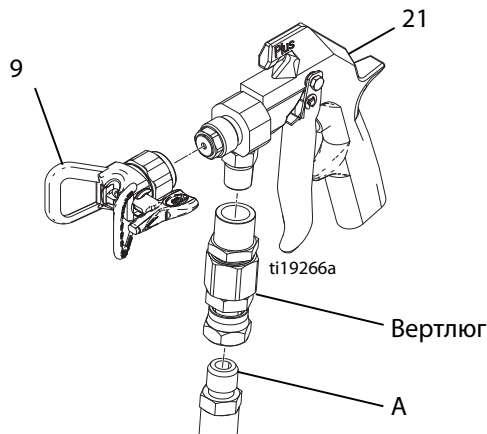

Рис. 5
2. Отсоедините шланг подачи жидкости (A) и вертлюг (если он используется). Снимите защитную насадку наконечника (9). Отвинтите пружинный винт (21) приблизительно на 7 мм (1/4 дюйма), чтобы снять натяжение пружины. См. Рис. 5.